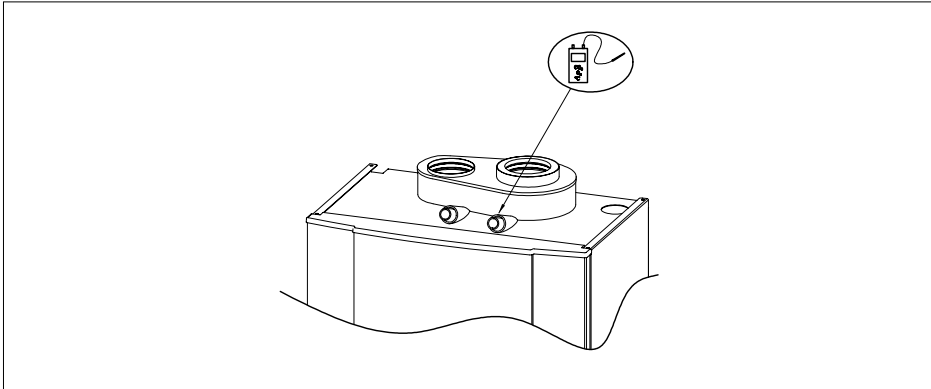

fig. 22 Point de mesure
20. Contrôler le bon fonctionnement du dispositif de réglage du rapport air/gaz en mesurant la teneur en CO₂ (ou en O₂ en raison de l'adjonction de CO₂ dans le gaz naturel dans certaines régions) dans le conduit d'évacuation des gaz brûlés (*point de mesure, voir fig. 22 et tableau 16*).